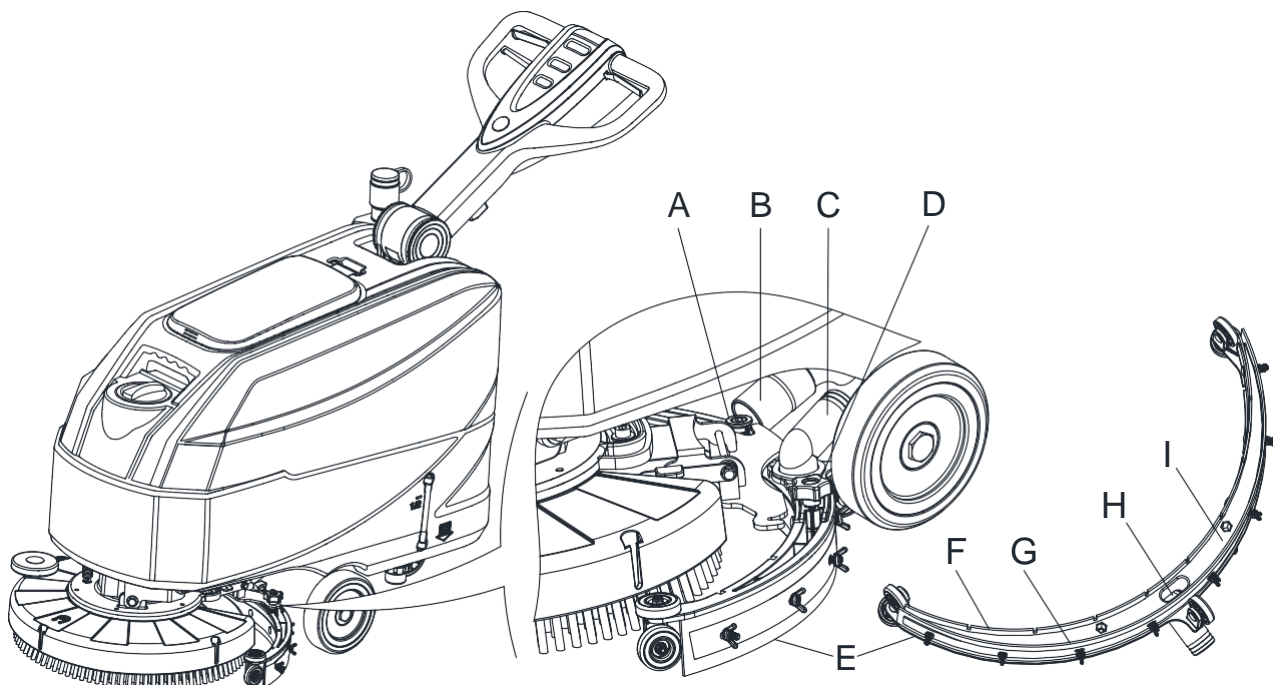
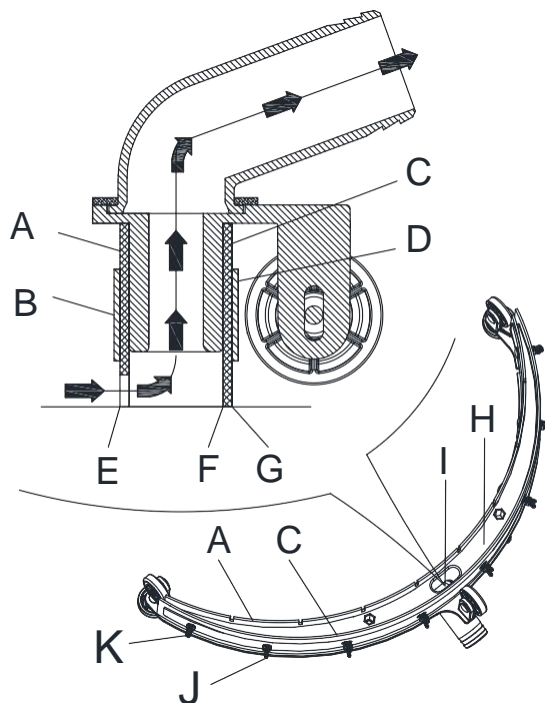

Figura 15
Figura 16
4. Desconecte el tubo de aspiración (B, Figura 15) de la boquilla (C).
5. Afloje los reguladores (D) y retire la boquilla (E).
6. Limpie la boquilla de acero o de plástico (E, Figura 15). Limpie los compartimientos (I) y especialmente el orificio (H). Controle que el labio delantero (F) y el trasero (G) estén en buenas condiciones, que no presenten cortes ni desgarros; de lo contrario, sustitúyalos (véase el procedimiento en el párrafo siguiente).
2. Compruebe si los bordes (E, Figura 16) del labio delantero (A) y los bordes (F) del labio trasero (C) están en el mismo nivel, a lo largo de su longitud; si es necesario, ajuste su altura según el siguiente procedimiento:
- Afloje las tuercas de mariposa (J) y ajuste el labio delantero (A) y el trasero (C) y después apriete todas las tuercas de
3. Compruebe que el labio delantero (A) y el trasero (C) estén en buenas condiciones, que no estén cortados o desgarrados, de lo contrario, sustitúyalos según el procedimiento siguiente. Compruebe si la esquina delantera (E) o la esquina trasera (F) está desgastada; si es necesario, dé vuelta el labio para sustituir la esquina desgastada con aquella en buenas condiciones. Si ambas las esquinas están demasiado desgastadas, reemplace el labio de acuerdo con el siguiente procedimiento:
- Retire las tuercas de mariposa (J) y el tornillo (K), extraiga la cinta de sujeción (B), después sustituya/dé vuelta el labio delantero (A). Monte el labio en orden contrario al desmontaje.
- Retire las tuercas de mariposa (J) y el tornillo (K), extraiga la cinta de sujeción (D), después sustituya/dé vuelta el labio trasero (C). Monte el labio en orden contrario al desmontaje. Después de cambiar el labio (o de haberlo dado vuelta), monte la boquilla como se muestra en el paso anterior.
4. Instale la boquilla (E, Figura 15) y atornillo los reguladores (D, Figura 15).
5. Conecte el tubo de aspiración (B, Figura 15) a la boquilla (C, Figura 15)